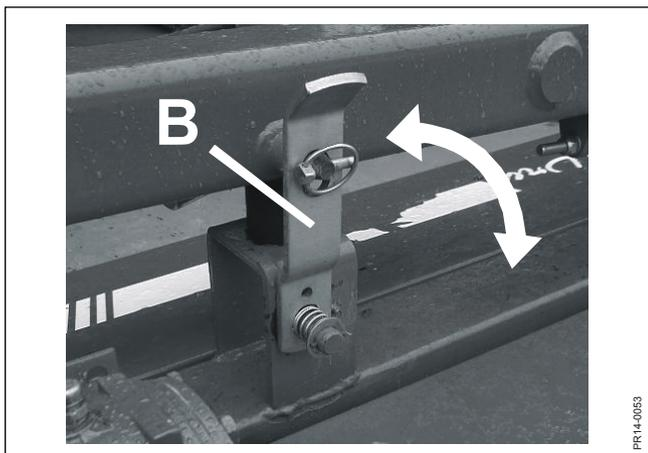

Рис. 3-6
- Рис. 3-6**
- Рис. 3-6** Поднимите машину.